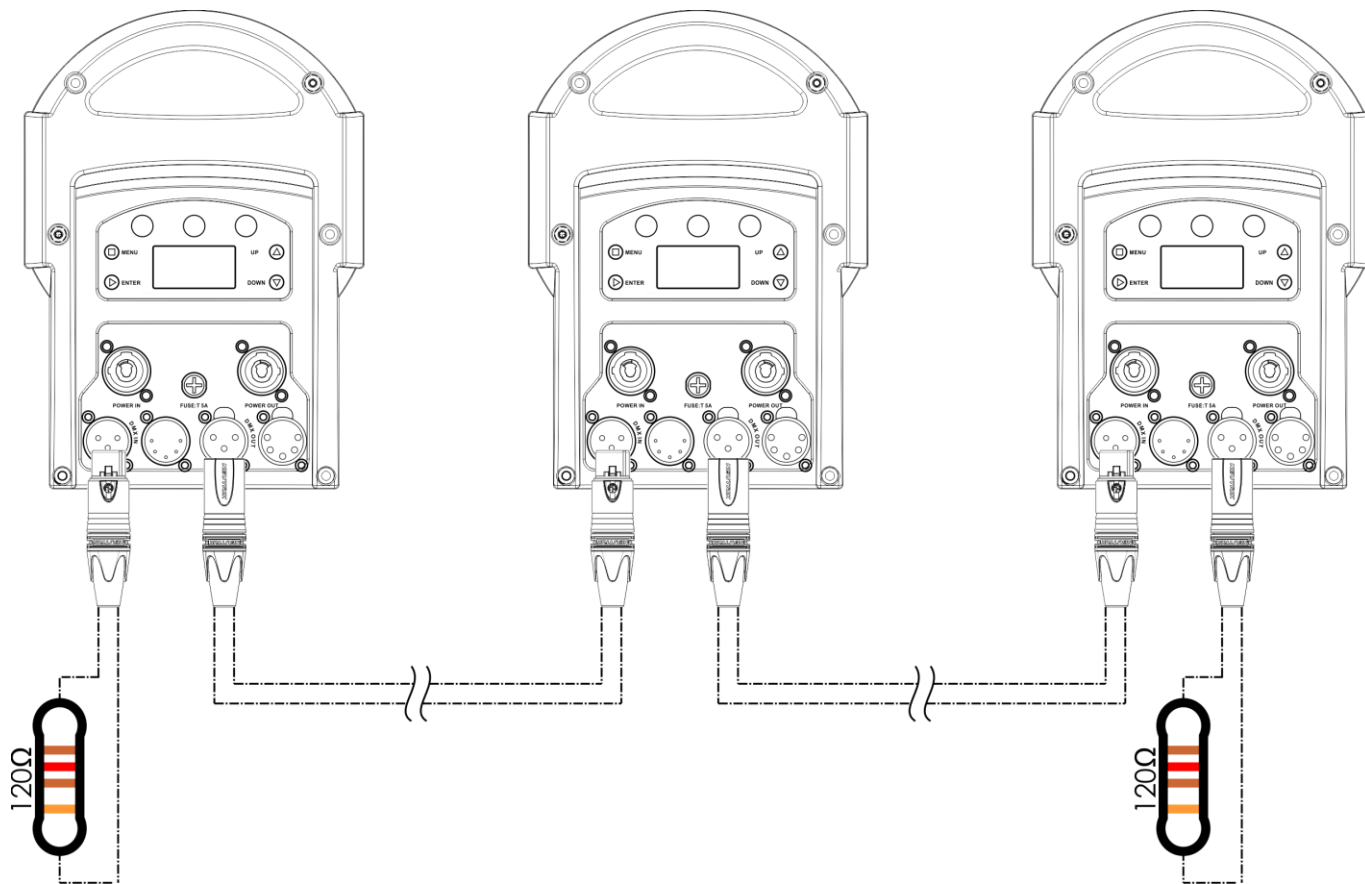

Fig. 05
- 03) Collegare le unità come indicato nella Fig. 05. Collegare la presa DMX "out" della prima unità alla presa DMX "in" della seconda unità, servendosi di un cavo di segnale DMX. Ripetere questo processo fino a collegare la seconda, la terza e la quarta unità.